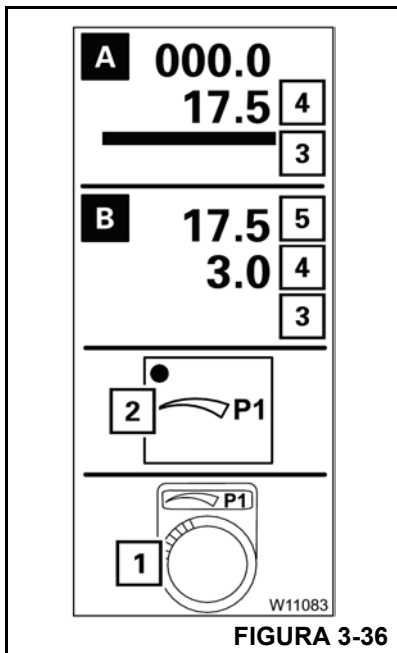

FIGURA 3-36
Depois de pressionar o botão apropriado, a barra (3) (Figura 3-36) fica vermelha, modo de entrada ligado. Para cancelar a entrada, pressione uma vez o botão **Esc**.